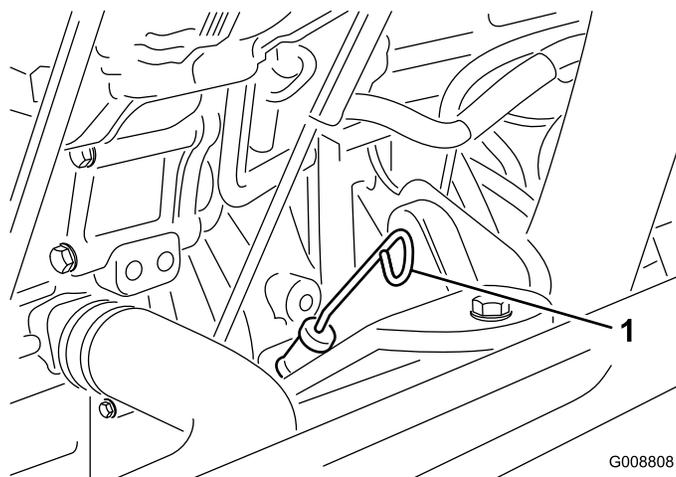

Figura 8
3. Togliete l'asta di livello, pulitela strofinandola, rimettetela nel tubo ed estraetela di nuovo. Il livello dell'olio deve raggiungere la tacca di pieno (Full) (Figura 8).